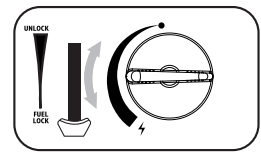

fig. 5
6. Ställ in reglaget till önskat läge (fig.5) Ställ aldrig patronspaken (6) i läget "UNLOCK" under användning!